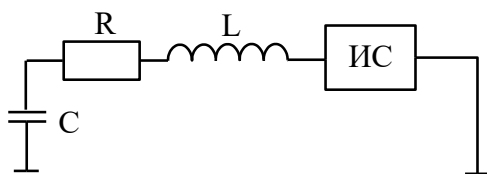

Рис.1
3. На рис. 1, 2 изображены модели электростатических разрядов, а именно:
1. Рис.1- МТЧ, Рис.2-МВП;
2. Рис.1- МЗП, Рис.2-МВП;
3. Рис.1- МЗП, Рис.2-МТЧ.